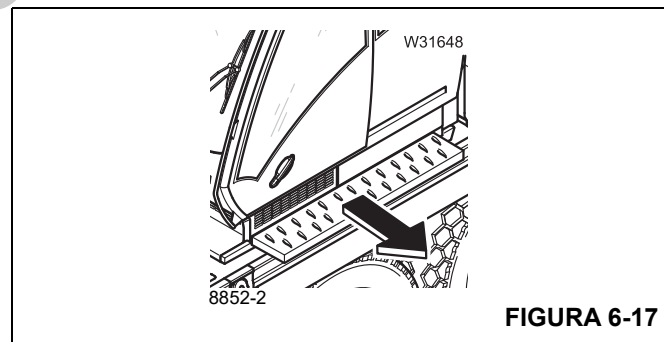

FIGURA 6-17
12. Extienda el peldaño (Figura 6-17) si es necesario. Consulte la sección *Plataforma de la cabina de la superestructura*, página 4-38.
10. Retraiga el peldaño como se muestra en (Figura 6-17).